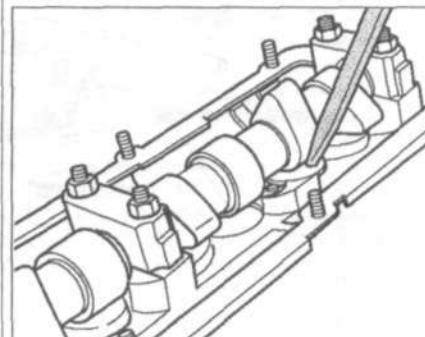

Рис. 7.29. Проверка гидрокompенсатора.
- прижмите гидрокompенсатор с помощью деревянного или пластикового клина (рис. 7.29). Если при нажатом гидрокompенсаторе зазор между ним и кулачком больше 0.10 мм, его необходимо заменить.